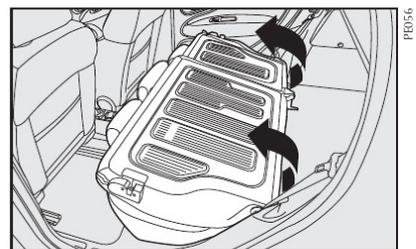

fig. 109
5) Rebatem para a frente o encosto, passando os cintos pelos lados, até que este se apoie sobre o assento traseiro **fig. 109**.